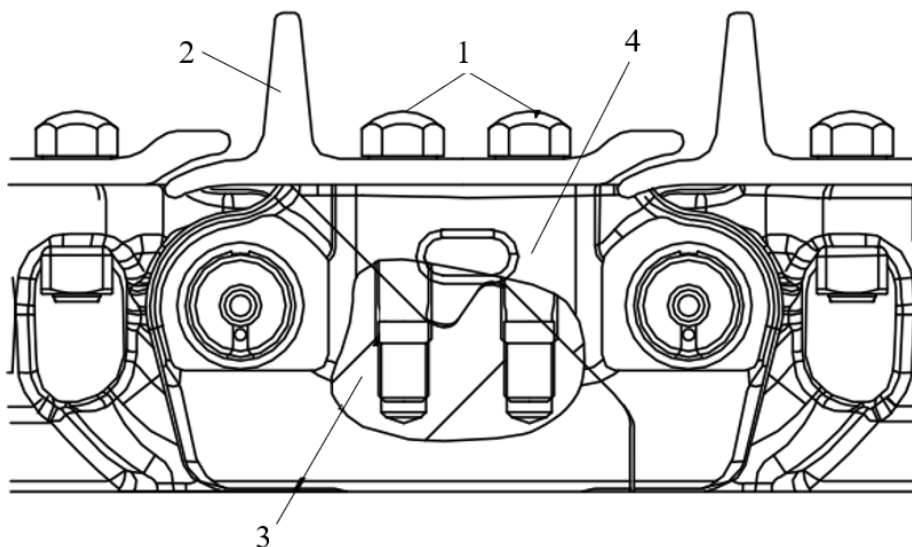

Рисунок 12.16. Процесс разъединения замыкающих полузвеньев цепи
- ▶ Ослабить болты крепления 1 (повернув на 1-2 витка), рис. 12.16.
- ▶ Снять башмак 2, разъединить замыкающие полузвенья 3 и 4, рис. 12.16.